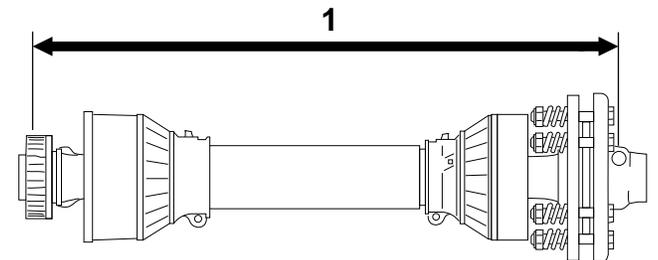

Bild 15
6. Messen Sie den Abstand von der Mitte der Arretierbolzenkugel am Ende der Zapfwelle zur Mitte des Arretierbolzen am anderen Ende (Bild 15).
Bild 15 erhalten haben. Beispiel: 81 cm minus 67 cm ist gleich 14 cm.